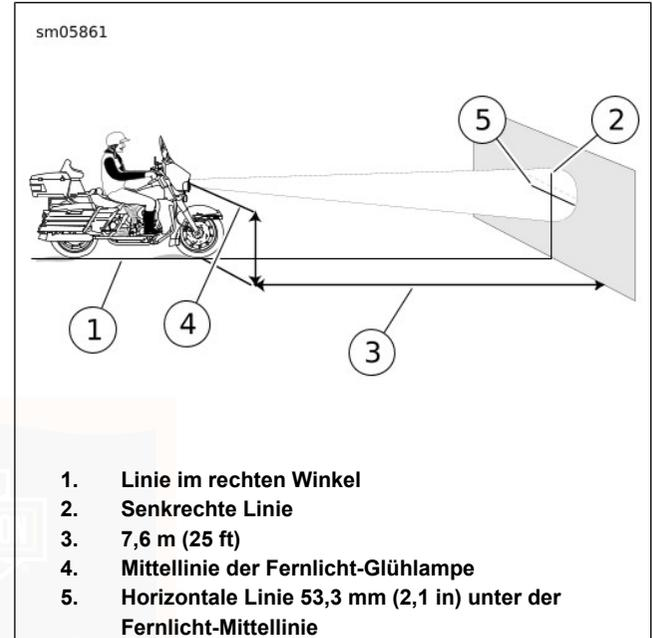

Abbildung 93. Scheinwerferausrichtung: Typ Quarz-Halogen
4. Siehe Abbildung 93. Das Motorrad auf einer Linie (1) im rechten Winkel zur Wand parken.
6. Eine senkrechte, auf Linie (1) ausgerichtete Mittellinie (2) an der Wand anzeichnen.
7. Bei beladenem Motorrad das Vorderrad gerade nach vorne auf die Wand ausrichten. Den Abstand (4) vom Boden zur Mittellinie der Glühlampe messen:
8. Durch die vertikale Linie eine horizontale Linie (5) ziehen.
- a. **Quarz-Halogen:** Siehe Abbildung 93. 53,3 mm (2.1 in) niedriger als die gemessene Entfernung.
- c. **LED, rahmenmontierte Verkleidung:** Siehe Abbildung 93. 53,3 mm (2.1 in) niedriger als die gemessene Entfernung.
- Quarz-Halogen:** Siehe Abbildung 93. Mit dem Scheinwerfer auf **Fernlicht** geschaltet ist der Brennpunkt des Leuchtmittels auf der Markierung zentriert.